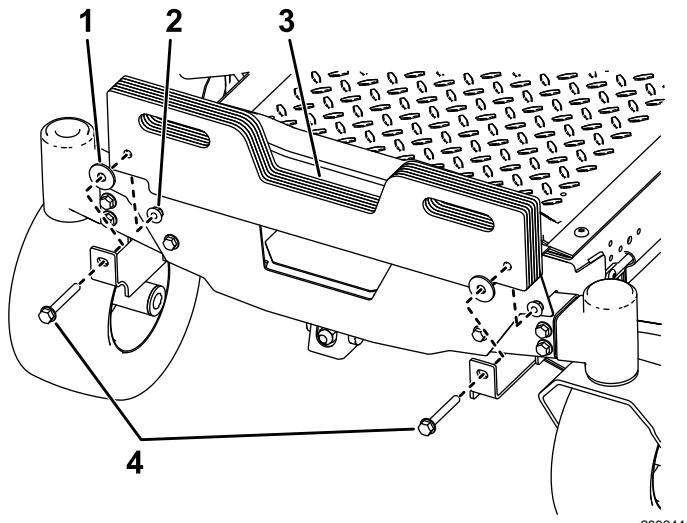

Figura 16
5. **Solo per macchine con sistema di raccolta:** montate sulla macchina le zavorre aggiuntive a valigetta incluse con 2 bulloni (3/8" x 3 3/4") nella quantità indicata dalla tabella sottostante (Figura 16).